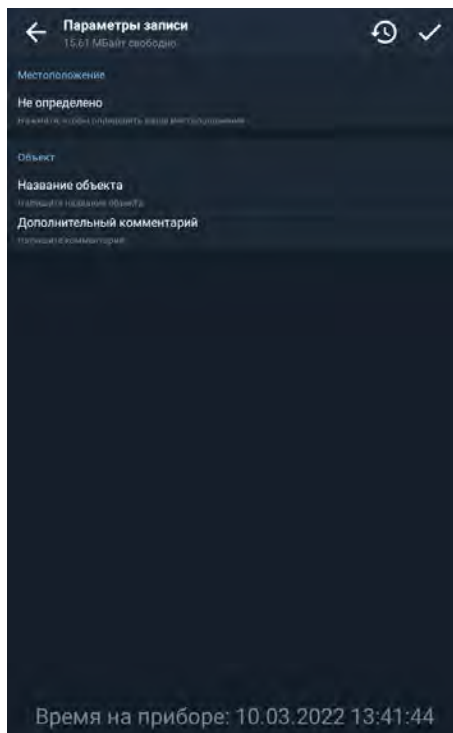

Рисунок 24 – Окно «Параметры записи»
3.6.4.7 Нажмите на кнопку «ЗАПИСАТЬ» и заполните все поля в окне «Параметры записи» (рисунок 24). Нажмите кнопку подтверждения (☑) и дождитесь сохранения данных в память прибора.